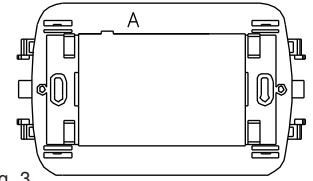

Fig. 3
- Per il montaggio di queste placche **NON SERVE** effettuare nessuna modifica alla **Cornice portaplacca A**. (Fig.3)